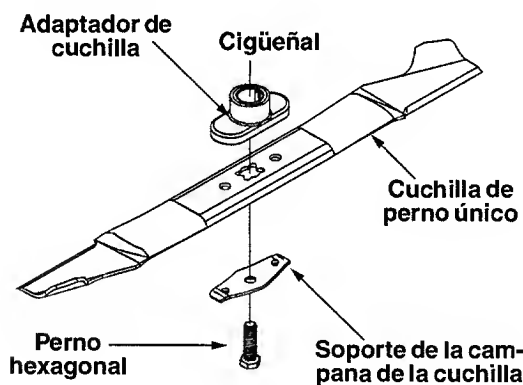

Figura 13
- Extraiga el perno y el soporte de la campana de la cuchilla que sujeta la cuchilla y el adaptador al cigüeñal del motor. Vea la Figura 13.
- Instale el adaptador de la cuchilla en el cigüeñal con la "estrella" alejada del motor. Vea la Figura 13.
- La Figura 13 muestra el orden correcto de ensamblado.